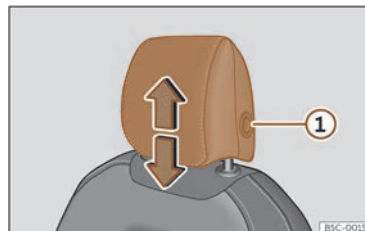
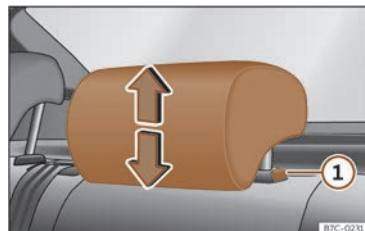

Fig. 96 Siège avant : réglage de l'appui-tête.
Fig. 97 Appui-tête arrière : réglage de l'appui-tête.
- Saisissez l'appuie-tête des deux côtés avec les mains puis poussez-le vers le haut jusqu'à ce qu'il s'enclenche dans la position désirée. Pour le rabaisser, faites de même en appuyant sur le bouton latéral ① >>> fig. 96 , >>> fig. 97.